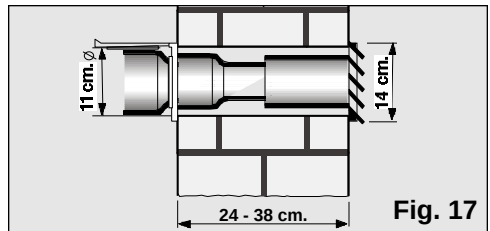

Fig. 17
- ❑ Per espellere l'aria calda attraverso il muro bisogna eseguire un foro in esso per collocarvi il bocchettone, **Fig. 17.**